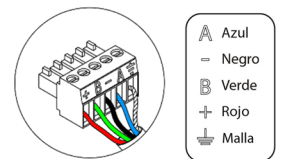

Fig. 21
- ② Para la conexión al bus de conexión Airzone de la central dispone de 1 borna de 5 pines. Fije los cables con los tornillos de la borna respetando el código de colores (Fig. 21).